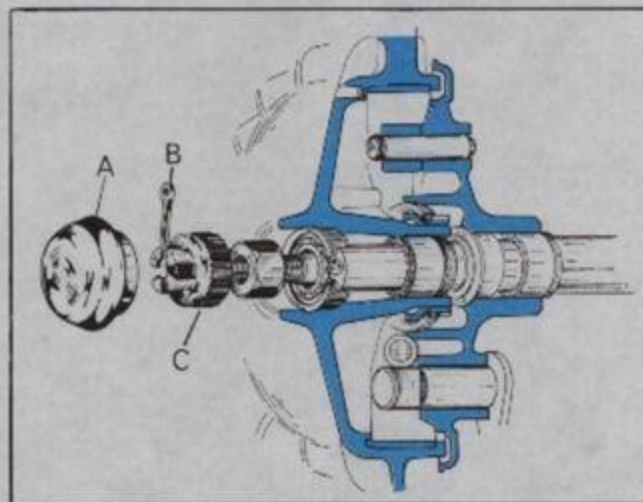

Fig. 46
A partir del progresivo del vehículo en mención [Vespa P 200 E (DN)] DN9 532378, ha sido montado un nuevo tipo de dirección-suspensión, el cual lleva distinto sistema de fijación tambor-freno delantero, con el cual se procederá análogamente, a excepción de unos detalles (Fig. 46): Quitar el guardapolvo (A), con el destornillador, desmontar la grupilla (B) y el tapón (C); seguidamente proceder de igual forma al párrafo anterior.